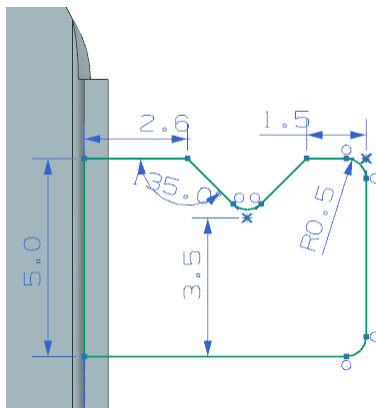

图 2-81 绘制草图
(2) 进入草图绘制环境，绘制如图 2-81 所示的草图。单击“完成”图标，草图绘制完毕。